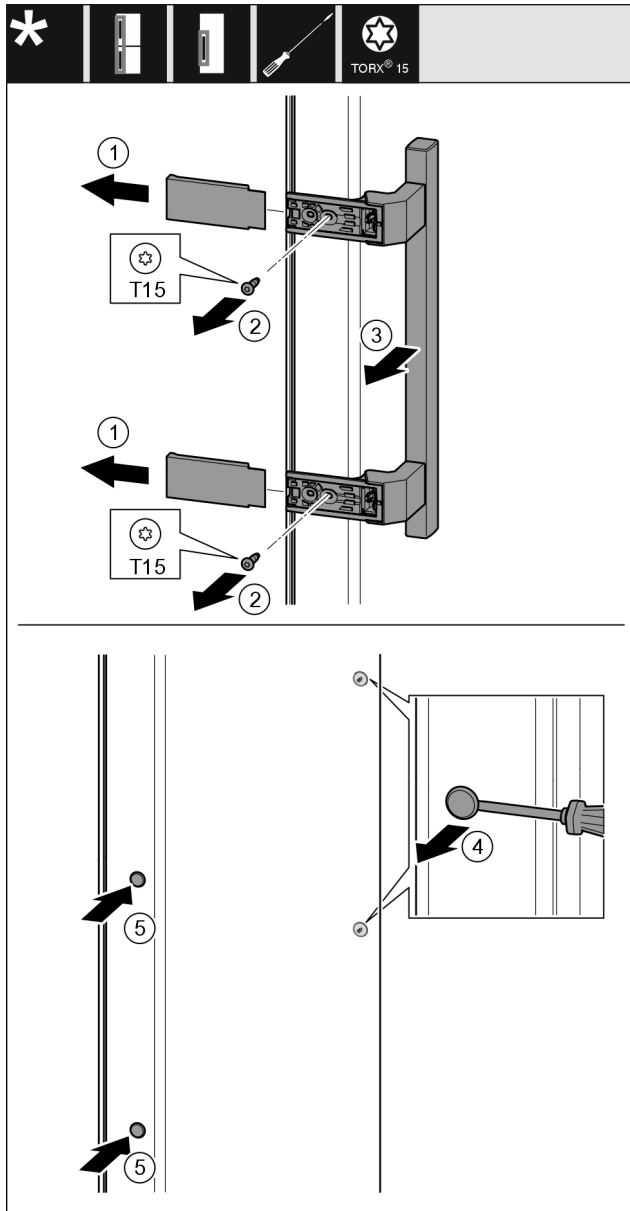

Fig. 22
- Зніміть кришку Fig. 22 (1).
- Викрутіть гвинти Fig. 22 (2) за допомогою викрутки.
- Зніміть ручку Fig. 22 (3).
- За допомогою шліцьової викрутки обережно підійміть та витягніть бокові пробки Fig. 22 (4).
- Знову вставте пробки Fig. 22 (5) з іншого боку.